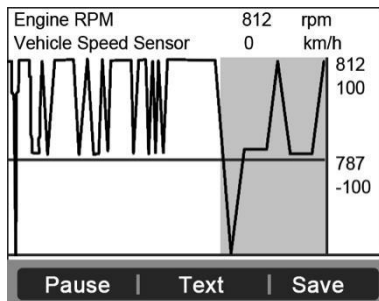

Figura 6.12
- Si se muestra el icono “**Gráficas**” en la parte inferior cuando está selecto un Parámetro PID, podrá consultarlo en la forma gráfica disponible. Seleccione **Gráfica** para ver los datos graficados. (Figura 6.12). Se mostrarán el nombre del Parámetro PID, su valor actual, y los valores máximos y mínimos en la pantalla.